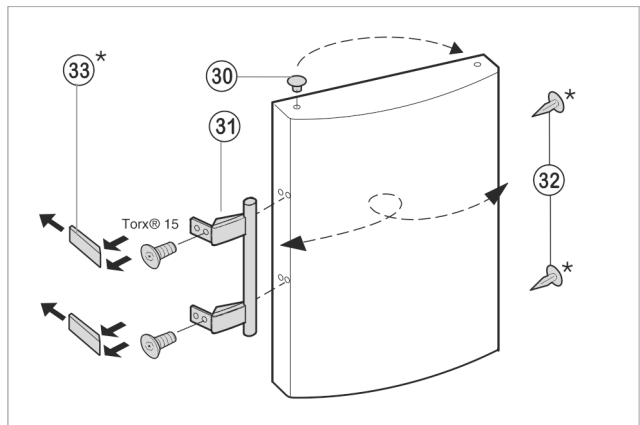

Fig. 10
- ▶ Scoateți dopul Fig. 10 (30) din bucșa suport a ușii și mutați-l.
- ▶ Demontați mânerul ușii Fig. 10 (31), dopul Fig. 10 (32) și plăcile de presare Fig. 10 (33) și așezați-le pe partea opusă.